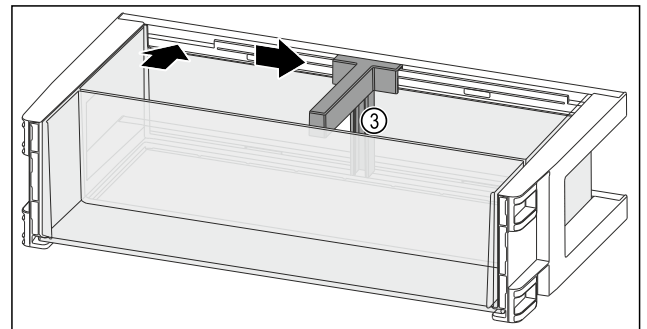

Fig. 116
- ▶ Flaschenhalter Fig. 116 (3) in die Aussparung einsetzen.
- ▶ Flaschenhalter Fig. 116 (3) in gewünschte Position zur Seite schieben.